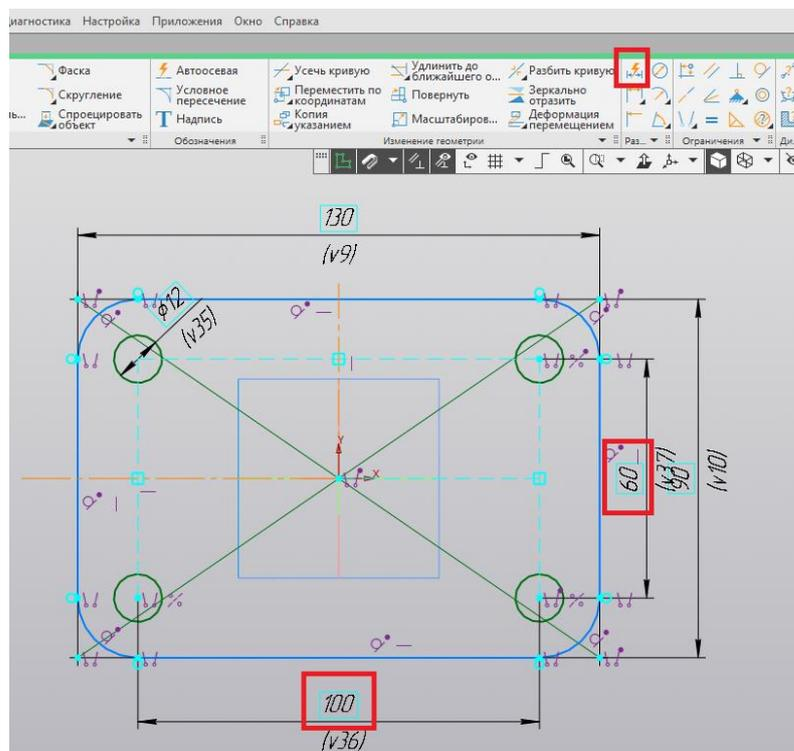

Рис. 136
8. При помощи команды «Авторазмер» проставляем расстояния между центрами окружностей (рис. 136).